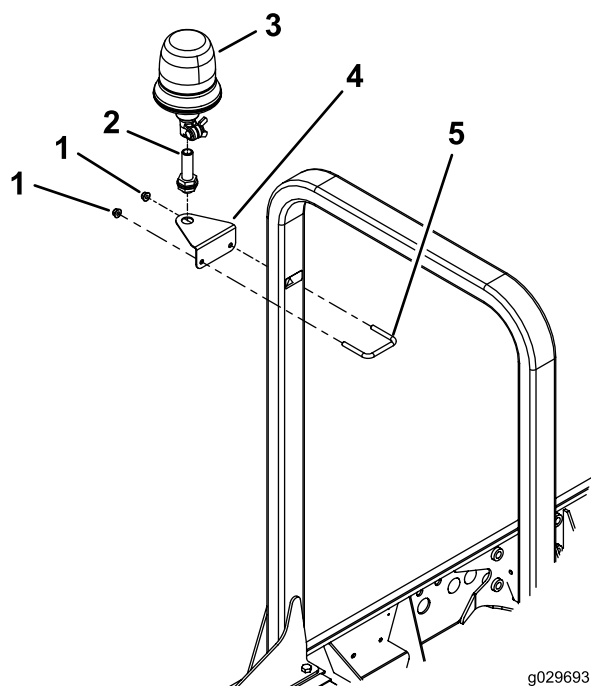

Bild 1
1. Befestigen Sie die Rundumleuchtenhalterung mit dem U-Bügel und Bundmuttern lose an der Seite der Überrollschutzstrebe, wie in Bild 1 abgebildet.
3. Befestigen Sie die Rundumleuchtenfassung mit der mitgelieferten Klemmmutter an der Rundumleuchtenhalterung (Bild 1).
4. Stecken Sie die Rundumleuchte in die Fassung und ziehen Sie die Flügelmutter an (Bild 1).